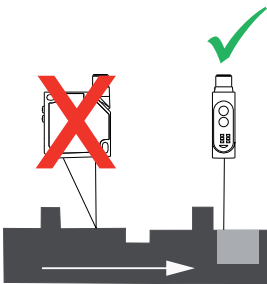

Abb. 6
- Die Bewegungsrichtung des Objekts sollte quer zur Frontscheibe des Sensors verlaufen (Abb. 6+7).